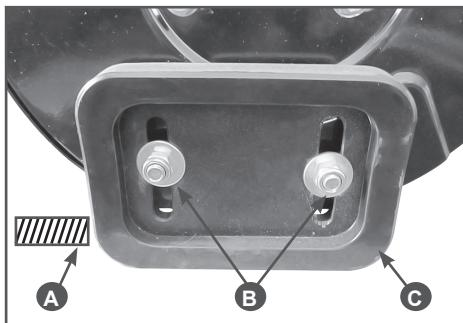

Рис.12 Регулировка высоты забора снега
- Поместите колодку нужной высоты (A) (равной желаемой высоте от земли) под кожух шнекового механизма Рис.12.
- Ослабьте гайки крепления салазок (B), Рис.12 и установите салазки (C) на необходимую высоту. Снова затяните гайки.